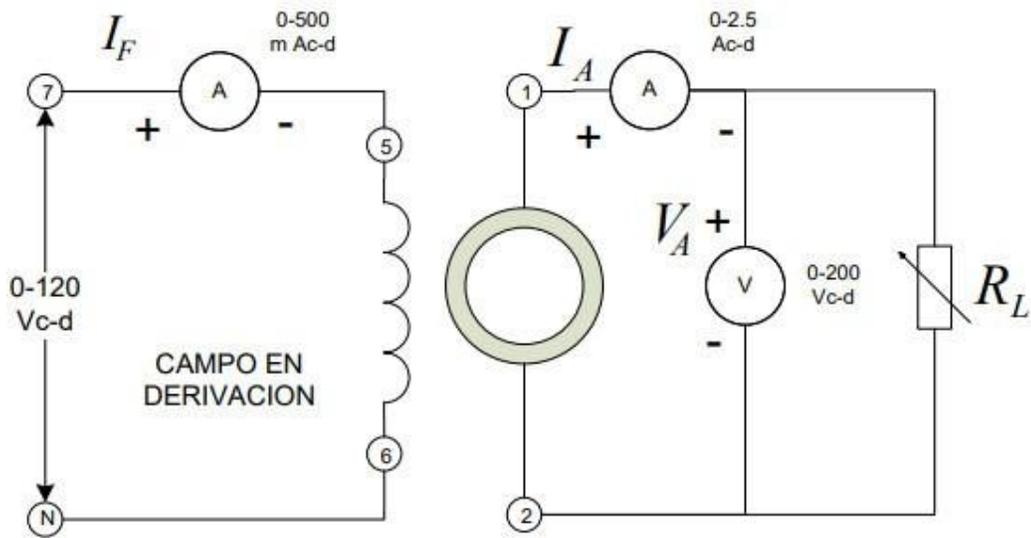

FIGURA 3
9.- Conecte el circuito que se ilustra en la figura 3. Utilizando el modulo de resistencia. Coloque los interruptores de resistencia de tal modo que la resistencia total de carga sea 120 ohms.